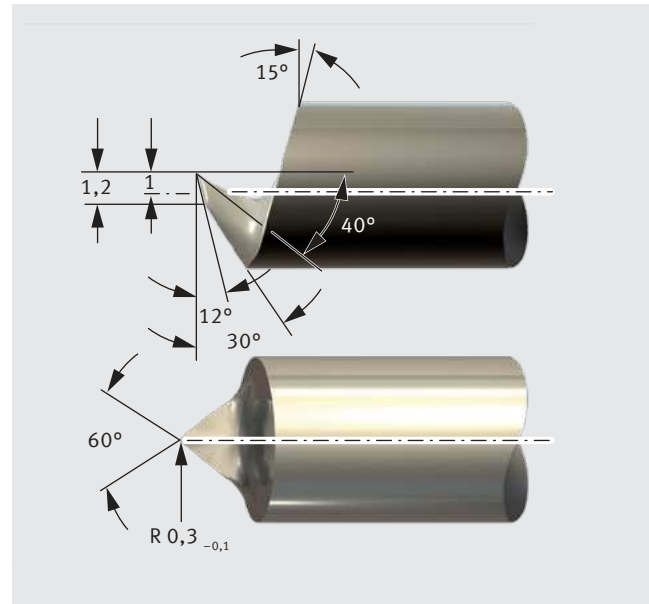

Abb. 66: Schneidwerkzeug für KS Permaglide® P22 und P202
- Hartmetallwerkzeuge (Abb. 66)